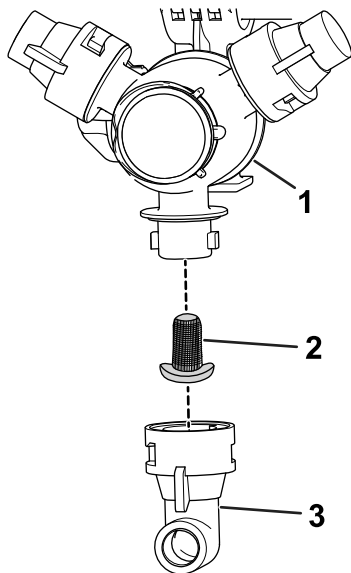

図 112
2. タレットからノズルを外す 図 112。
4. 新しいノズルフィルタを取り付ける 図 112。
5. タレットにノズルを取り付ける 図 112。
3. 古いノズルフィルタ 図 112 を外す。